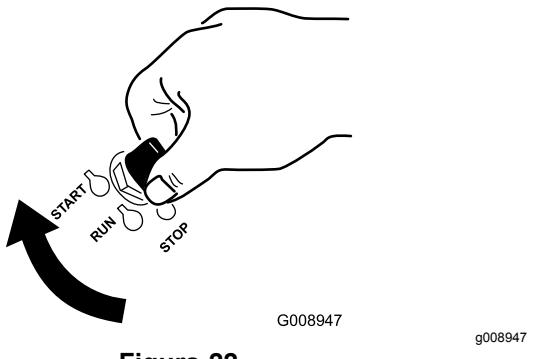

Figura 22
1. Gire la llave de contacto a la posición de ARRANQUE (Figura 22).